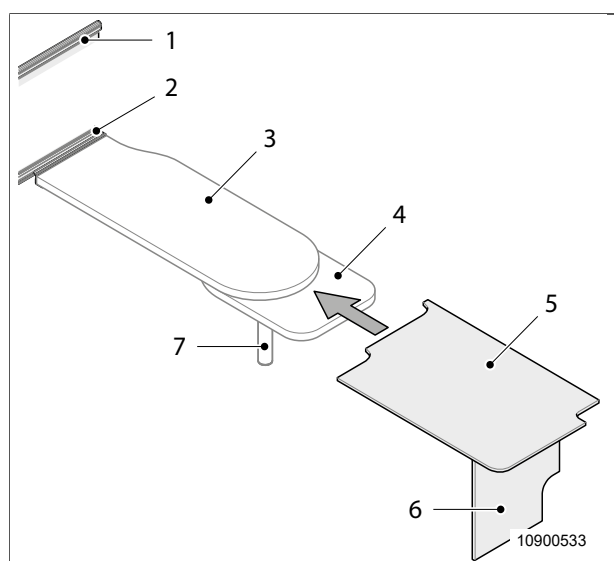

Bild 29 Ombyggnad av sittgrupp till gästsäng 1
4. Lyft bordsskivan (Bild 29, pos. 3) på höger sida och haka loss den ur den övre styrskenan (Bild 29, pos. 1).
5. Ta bort bordsbenets undre del (Bild 29, pos. 7).
6. Haka fast bordsskivan i den undre styrskenan (Bild 29, pos. 2) i upplyft läge på höger sida.
8. Sväng ut den svängbara bordsskivan (Bild 29, pos. 4).
9. Fäll ut stödskivan (Bild 29, pos. 6) från underredet (Bild 29 pos. 5).
10. Lägg underredet (Bild 29, pos. 5) på den svängbara bordsskivan (Bild 29, pos. 4).